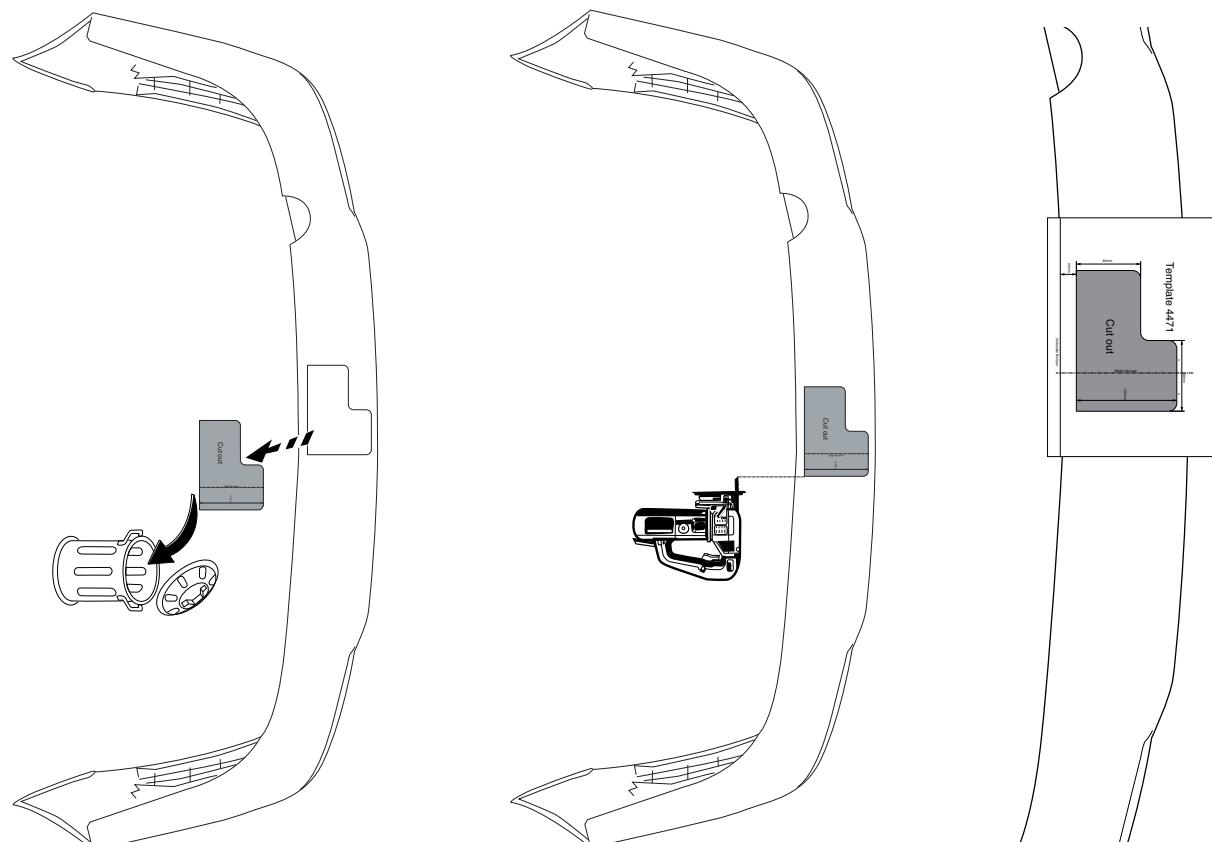

Fig. 1
1. Maak de bodemvloer in de kofferbak vrij. Verwijder in de kofferbak de krik (links), kunststof achterscherm en kunststof opbergvakken (links en rechts). Demonteer de bumper van het voertuig. Verwijder het binnengewerk uit de bumper. Verwijder de schokdempers van het binnengewerk. De verwijderde dempers worden niet herplaatst. Zaag overeenkomstig fig.1 een deel uit de bumper.
1. Clear the floor of the boot. Remove the jack in the boot (left), the plastic rear protection and the plastic storage spaces (left and right). Remove the bumper from the vehicle. The silencers which have been removed will not be replaced. Saw a section out of the bumper according to fig.1.
3. Fix the whole construction to the car and attach the tow bar using 6 bolts M10x40 including flat and spring washers. Place the housing of the removable ball between the mounting brackets and fix this using two bolts M12x90 including socket plate and self-locking nuts. Turn all nuts and bolts tight according to the torque given in the table. Replace the parts in the boot which were removed in fig.1.
1. Den Fußboden im Kofferraum freimachen. Den Wageneinheit (links) Kunstsotoff-Rückwand und die Kofferraum-Aufbewahrungsäcke (links) herausziehen. Die Stoßdämpfer werden nicht wieder eingebaut. Gemeißel Fig. 1 einen Führzeug abmontieren. Die Verkleidung aus der Stoßstange herausnehmen und rechts) aus dem Kofferraum entfernen. Die Stoßstange vom Fahrzeug abmontieren. Die Verkleidung aus der Stoßstange herausnehmen und rechts) aus dem Kunststoff-Aufbewahrungsäcke (links) herausziehen.
1. Dégager le plancher du coffre. Retirer le cric du coffre (à gauche), l'écran arrière en plastique et les compartiments de rangement en plastique (à gauche et à droite). Démonter le pare-chocs du véhicule. Retirer la garniture du pare-chocs. Retirer les amortisseurs situés dans la garniture. Une fois retirés, ces amortisseurs ne seront plus remis en place. Scier un morceau du pare-chocs conformément à la fig. 1.
1. Despejar el suelo del maletero. Retirar del maletero el gato (a la izquierda), la pantalla posterior sintética y los compartimentos almacén sintéticos (a la izquierda y derecha). Desmontar el parachoques del vehículo. Retirar el armazón interior del parachoques. Retirar los amortiguadores del armazón interior. Los amortiguadores retirados no se vuelven a poner. Serrar una parte del parachoques de acuerdo con la fig. 1.
1. Liberare il fondo del bagagliaio. Rimuovere dal bagagliaio il cric (a sinistra), il pannello in plastica posteriore e gli scomparti in plastica portaogetti (a destra e sinistra). Smontare il paraurti del veicolo. Rimuovere l'anima interna del paraurti. Rimuovere gli ammortizzatori dall'anima del paraurti; questi non dovranno essere rimontati. Segare via una parte del paraurti, come indicato in fig. 1.
1. Uprzątniąć podłogę bagażnika. Z bagażnika wyjąć podnośnik, tylną ściankę z tworzywa sztucznego oraz schowki z tworzywa sztucznego (z lewej i z prawej strony). Odkręcić zderzak. Zdjąć obudowę zderzaka a następnie z obudowy wymontować amortyzatory. Amortyzatory te nie będą ponownie wykorzystywane. Według rys. 1. Ze zderzaka wyciąć pokazany element.